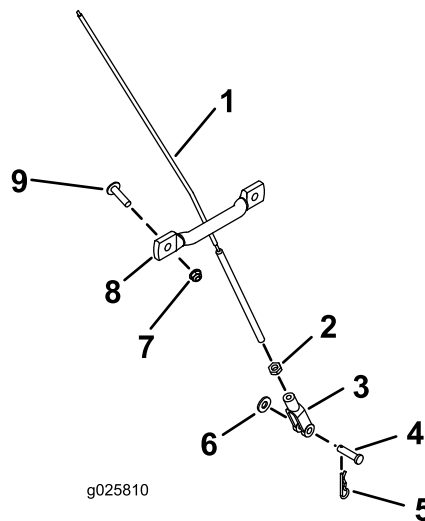

Figura 12
8. Usando los tornillos de cabeza segmental (1/4 x 1 pulgada) y las tuercas con arandela prensada dentada (1/4 pulgada), instale las guías de los cables en los lados izquierdo y derecho de la tolva (Figura 12).
11. Instale las contratuercas (1/4 pulgada) y las horquillas en el extremo inferior de los cables (Figura 12).
12. Sujete los cables a los soportes del bastidor con los pasadores (1/4 x 1 pulgada), las arandelas (1/4 pulgada) y las chavetas (1/4 pulgada), según se muestra en Figura 12.